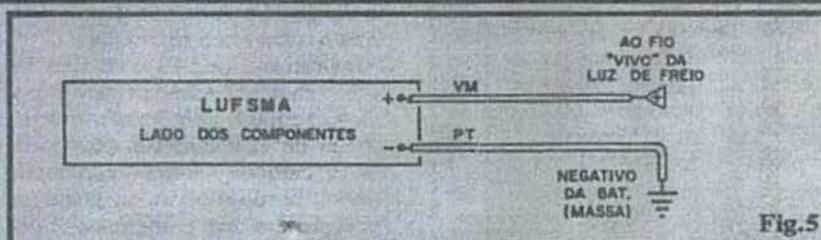
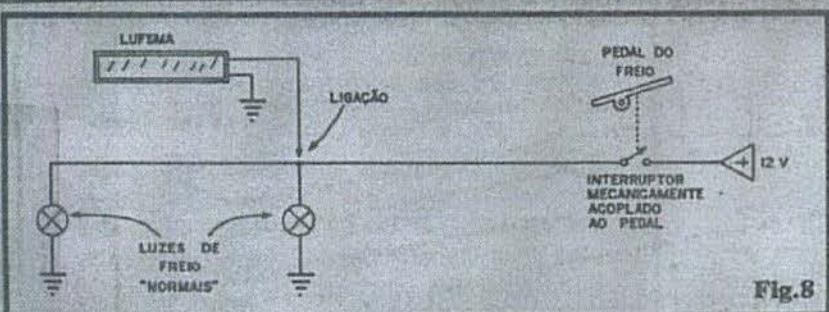

Fig.5
Fig.8
- FIG. 5 - CONEXÕES EXTERNAS À PLACA - LIGAÇÕES DE INSTALAÇÃO FINAL DA LUFSMA - São apenas dois os fios que vão da placa ao circuito elétrico original do veículo... Do ponto (-) da LUFSMA (a placa é vista, na figura, ainda pelo lado não cobreado...) um cabo (de preferência preto, como é convencional) deve ser ligado à "massa" ou chassis (negativo da bateria...) e do ponto (+) um cabo vermelho será levado ao terminal "vivo" de uma das lâmpadas de freio normais do veículo (aquele que recebe os 12V positivos quando o pedal é acionado...). As ligações de instalação final serão abordadas, ainda mais à frente (fig. 8).
- FIG. 8 - EXPLICANDO A ANEXAÇÃO DA LUFSMA AO SISTEMA DE "AVISO DE FRENAGEM" JÁ EXISTENTE NO VEÍCULO - O diagrama mostra o que "já existe" no ve-
culo, formado pelo par de luzes "normais" de freio, interruptor acoplado ao pedal, etc., juntamente com a conexão (muito simples) da LUFSMA... Notem que, com exceção da conexão de "massa" (negativo), a LUFSMA precisa apenas de ter um cabo ligado ao terminal "vivo" de uma (qualquer das duas...) lâmpada normalmente acionada pelo pedal do freio... É muito fácil acessar esse terminal, simplesmente removendo provisoriamente a cobertura, por dentro do porta-malas (ou do próprio compartimento do motor, no caso de carros com motor traseiro...), com o que ficará visível a parte traseira (conexões) do conjunto formado pelas lanternas, luzes de direção e luzes de freio. Identifica-se experimentalmente qual terminal corresponde à luz de freio (basta acionar o pedal, e verificar se a LUFSMA dá o seu aviso luminoso em sequencial convergente, ou não...) e pronto! Basta fazer a conexão definitiva, bem isolada e firme, puxando o fio pelo conveniente "caminho", passando-o pela tampa que normalmente existe atrás do banco traseiro do veículo! A ligação de "massa" poderá ser feita, com cabo mais curto, a qualquer ponto correspondente ao negativo do sistema elétrico, ou seja: ao "chassis" do veículo, conforme indicam as figs. 5 e 8...